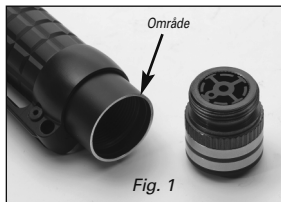

Fig. 1
1. Stram bundstykket – sørg for, at det uoplyttede område på cylinderen er rent. Se fig. 1